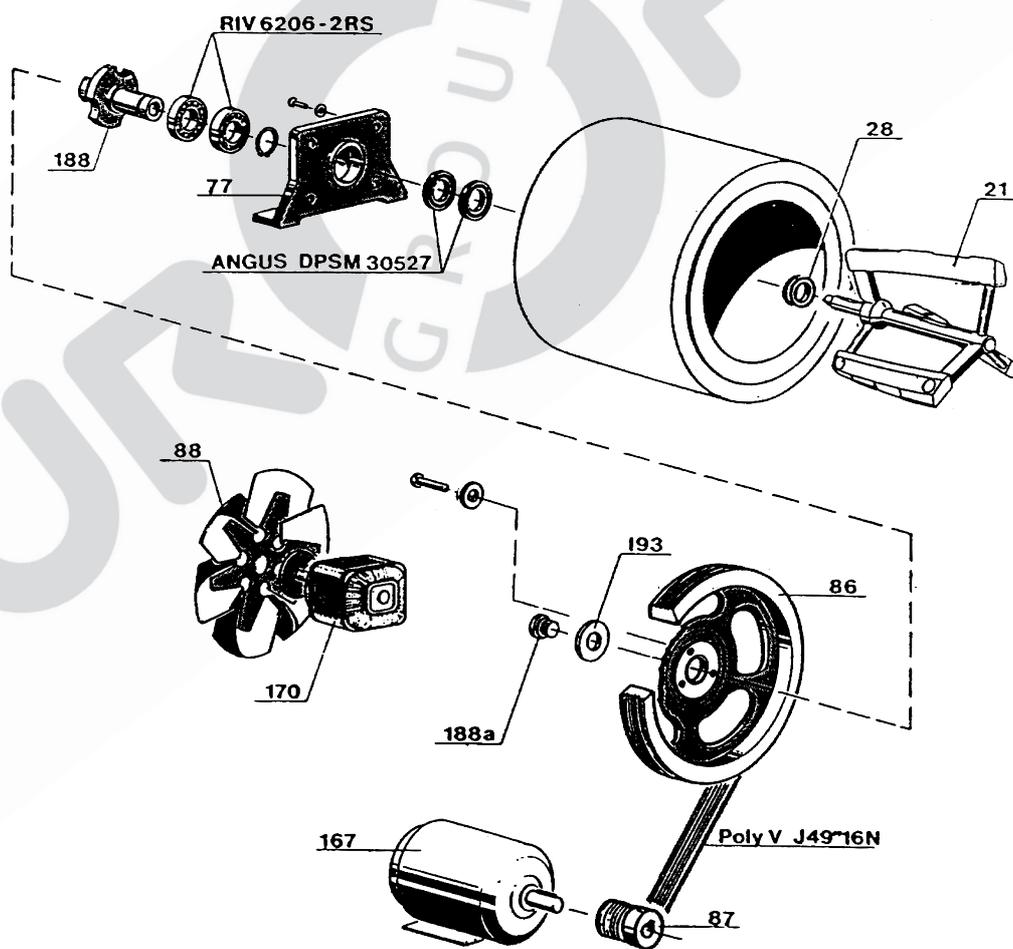

Fig. 5
Extraer la gaveta de recolección pos. 27 (fig. 1). Si contiene residuos de producto, significa que el prensaestopa pos. 28 (fig. 5) pierde. Substituirlo con el de repuesto.